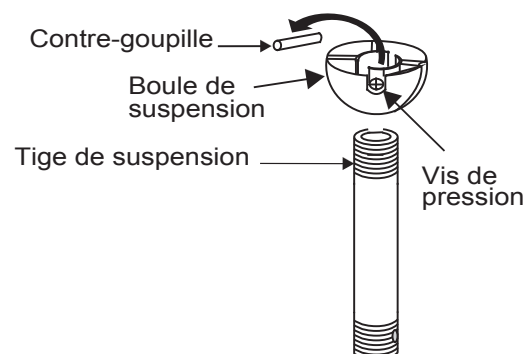

Fig. 8
Étape 6. Retirez la boule de suspension de la tige de suspension en desserrant la vis de pression, retirant la contre-goupille et tournant la boule pour la retirer de la tige de suspension. (Fig. 8)